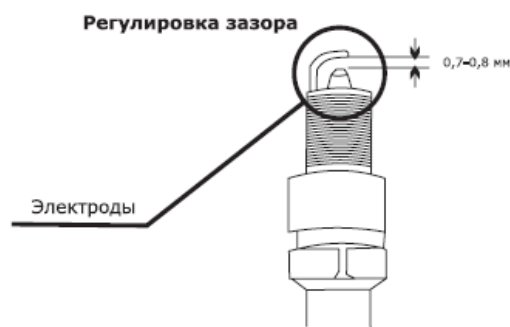

Рис. 6
6. Проверьте величину зазора между заземляющим и центральным электродами, используя специальный щуп. При необходимости установите зазор 0,7-0,8 мм (рис.6).